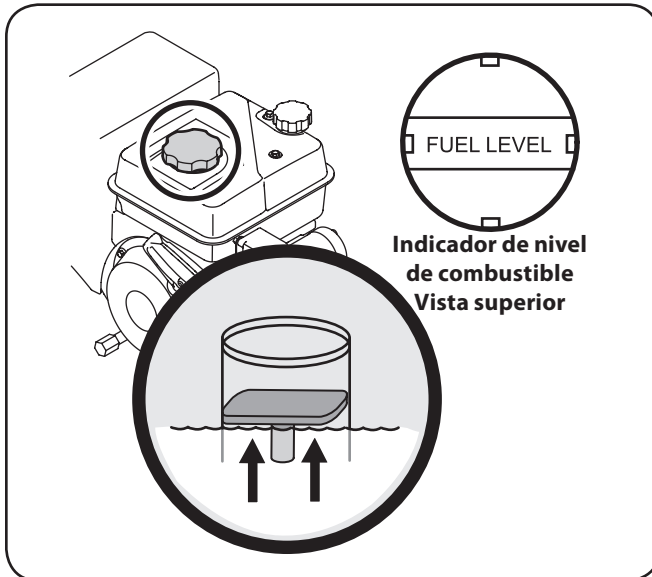

Figura 3-3
2. En el tanque de combustible hay un indicador de nivel. Llene el tanque hasta llegar al nivel de combustible del indicador; vea la Figura 3-3. Tenga cuidado para no llenar el depósito en exceso.